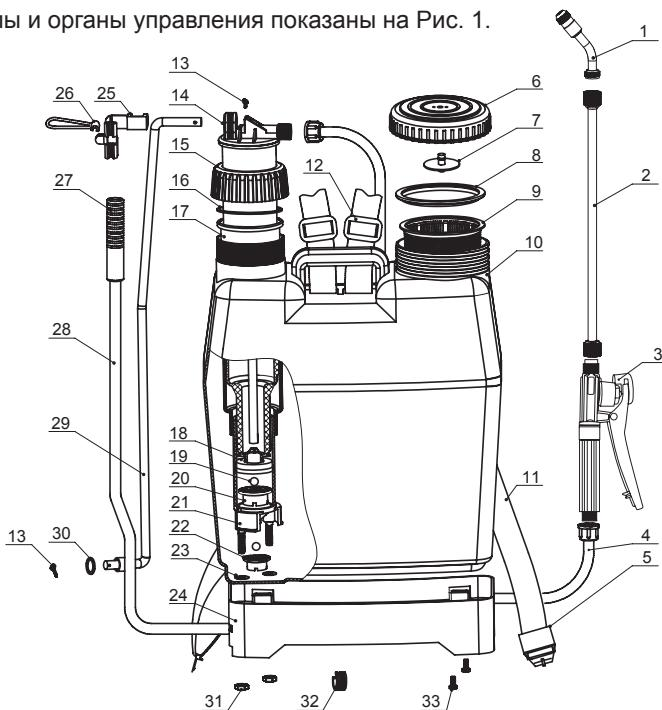

Рис. 1 Основные узлы и органы управления
Основные узлы и органы управления показаны на Рис. 1.
Сберите опрыскиватель в соответствии с Рис. 1. Проверьте и затяните при необходимости все соединения.
3. Сделайте 7-10 качаний рычагом насоса 28 (Рис. 1), до тех пор, пока не появится сопротивление нажатию.
4. Для опрыскивания нажмите на рычаг управления клапаном подачи рукояткой управления 3 (Рис. 1).